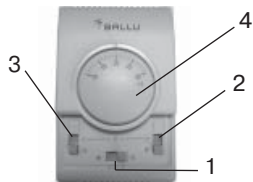

Рис. 2. Блок управления
4.2. Завеса состоит из корпуса 1 (см. рис. 1), изготовленного из листовой стали, покрытой высококачественным полимерным покрытием. Внутри корпуса расположены диаметрально вентиляторы и игольчатые электронагреватели («ститч-элементы»). Вентиляторы всасывают воздух через переднюю перфорированную стенку корпуса 2, поток воздуха, проходя через электронагреватели, нагревается и выбрасывается через решетку 3 в виде узкой направленной струи. Управление завесой осуществляется с выносного блока управления (см. рис. 2).
4.3. Электрические схемы завес приведены на рис.2,3 Приложения.
5.4. Подключение к электросети осуществляется через автоматический выключатель в соответствии с «Правилами эксплуатации электроустановок». Для этого необходимо снять крышку на верхней стенке корпуса, завести силовой кабель и подключить его к клеммной колодке в соответствии с рис. 4, 5 Приложения (см. также электрические схемы рис. 2, 3 Приложения). Система управления имеет внутреннюю заводскую коммутацию. Автоматический выключатель и сечение подводимого кабеля должны соответствовать табл.3.
5.6. Выносной пульт управления подключен на заводе-изготовителе (электрическую схему пульта управления см. на рис.2, 3 Приложения).
6.1. Перед включением завесы переключатели пульта управления должны находиться в положении 0 (см. рис. 2)